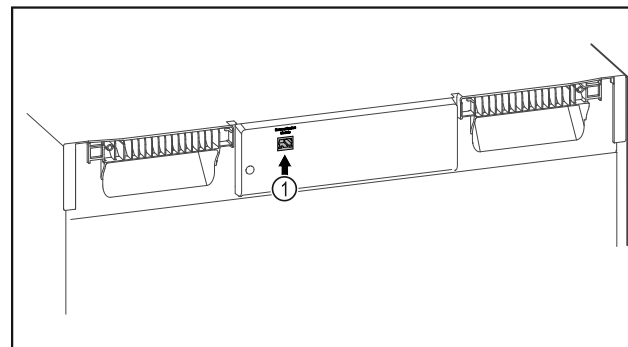

Fig. 107
- SmartModule Fig. 107 (1) se rabi.